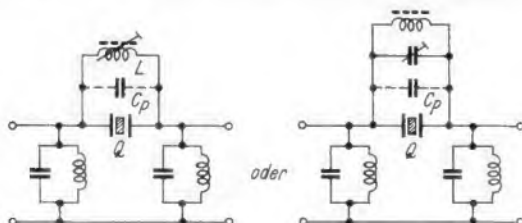

Bild 3. Eliminierung der Quarz-Parallelkapazität durch eine Induktivität oder einen Parallelkreis
1. Gemäß Bild 3 durch die Parallelschaltung einer Induktivität zum Quarz, die mit C_p Parallelresonanz ergibt und den Blindleitwert von C_p in der Nachbarschaft der Serienresonanzfrequenz ausgleicht. Zur genauen Abstimmung wird das L einstellbar gemacht (Hf-Eisenkern) oder es wird ein Abstimmkreis mit veränderlicher Kapazität parallel geschaltet. Die Methode ist ungebräuchlich.